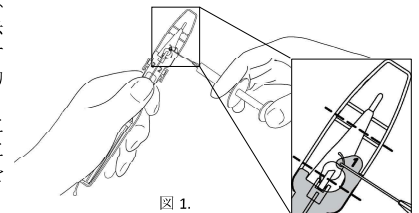

図 1.
① 無菌的に滅菌バッグを開封し、取手を持ちながら本品を取り出す。
② 粘弾性物質注入ポート (刻印 1) から図 1 に示された点線内を満たすように眼科用粘弾性物質を注入する (図 1.)。この時レンズ光学部に粘弾性物質が十分に行き渡っていることを確認すること。